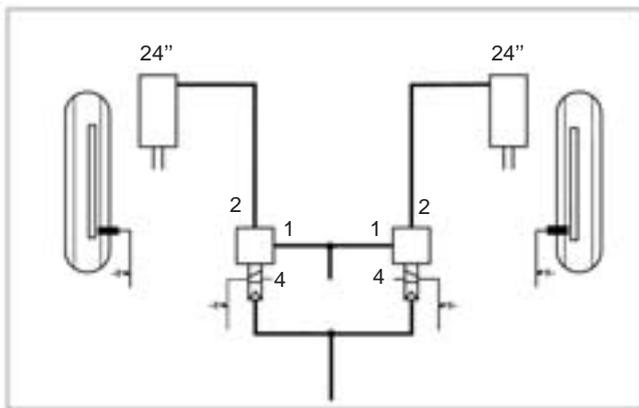

Fig. 5 Dividir a tubulação de comando e de alimentação o mais simetricamente possível no seu trajeto para as válvulas.
- A posição das válvulas relé do ABS no veículo e a cablagem no lado esquerdo e direito do veículo devem estar montadas, na medida do possível, de forma simétrica em relação ao eixo do veículo (fig. 5).